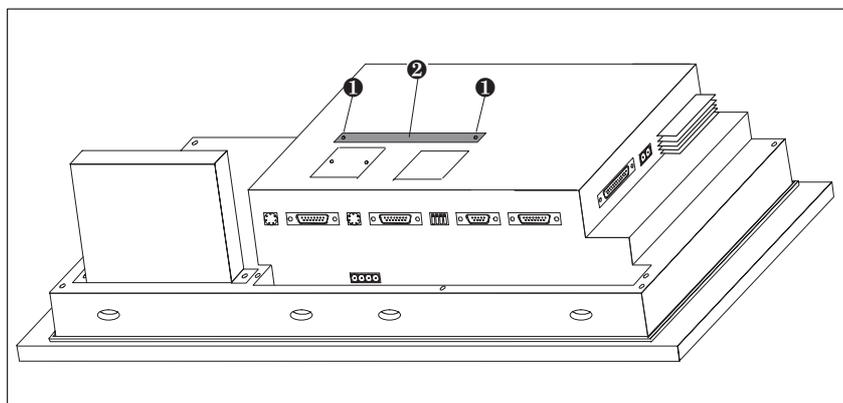

Figura 18-1 Togliere il coperchio
2. Svitare le due viti di espansione ❶ e togliere il coperchio ❷ rappresentato nella figura 18-1 dal retro dell'OP. Avvitare nuovamente le due viti nella stessa posizione.
3. Inserire lo slot di espansione AT nel connettore femmina che si trova sotto il coperchio ❷, v. figura 18-1.